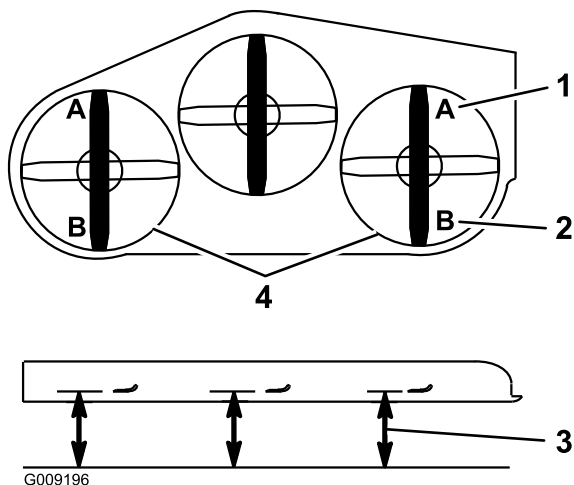

Figura 105
9. En ambos lados de la carcasa, mida desde la superficie nivelada hasta la punta delantera de la cuchilla (Posición A), según se muestra en Figura 105.
15. En ambos lados de la carcasa, mida desde la superficie nivelada hasta la punta trasera de la cuchilla (Posición B), según se muestra en Figura 105.